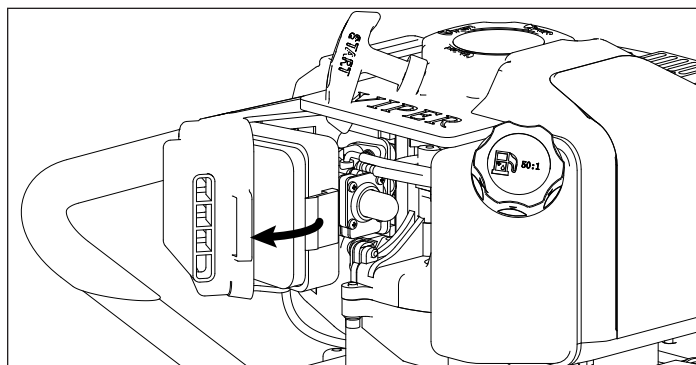

Figura 4
3. Una vez que las lengüetas de retención estén sueltas, gire la cubierta del alejándola del motor para retirar la cubierta del filtro de aire. **CONSULTE LA FIGURA 4.**